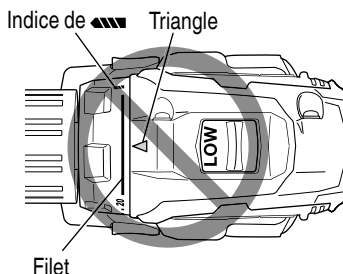

Fig. 12
- (1) En mode visseuse, alignez l'un des chiffres du sélecteur "1, 5, 10 ... 20" ou le point avec le repère triangulaire sur le corps.
- (2) En mode perceuse, alignez le symbole du foret "▲" sur le sélecteur de débrayage avec le repère triangulaire sur le corps.
- N'utilisez pas l'outil avec le sélecteur de débrayage positionné entre le chiffre "20" et la ligne au centre du symbole du foret "▲", vous risqueriez de l'endommager (Voir Fig. 12).